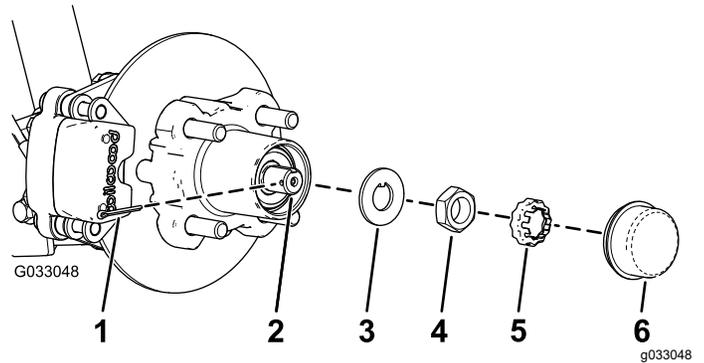
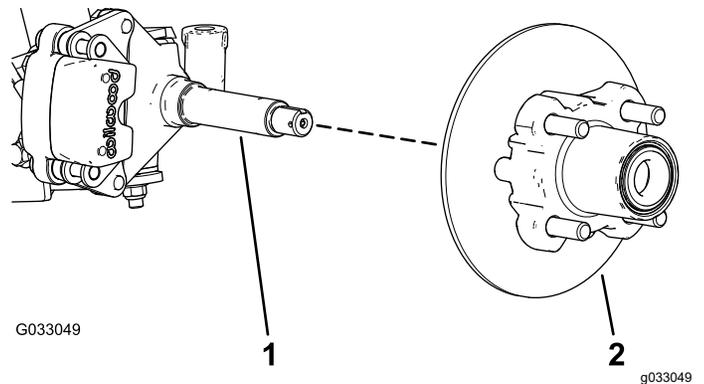

図 26
図 27
4. ハブからダストキャップを取る 図 26。
5. スピンドルとスピンドルナットから、コッターピンとナットリテーナを外す 図 26。
6. スピンドルからスピンドルナットを外し、スピンドルからハブローラアセンブリを取り出す 図 26と 図 27。